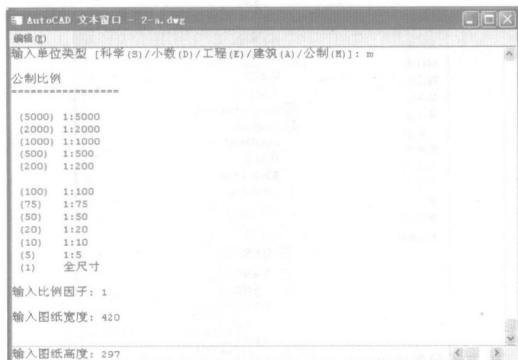
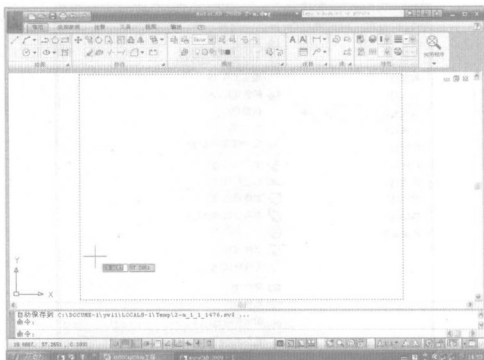

图 1-12 设置图纸大小
图 1-13 完成图幅设置
(3) 在文本窗口中依次输入绘图时用的比例因子、图纸的宽度和高度，如图 1-12 所示。最后完成的图幅设置如图 1-13 所示。